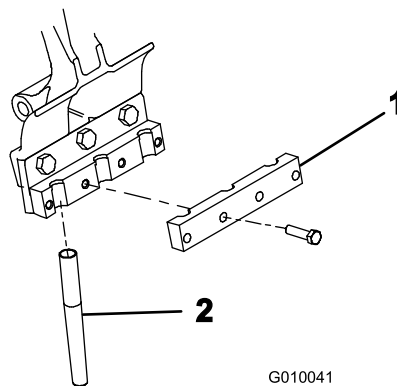

Figura 25
5. Su ogni portafustelle montate l'apposito pezzo di bloccaggio, utilizzando quattro bulloni di $\frac{3}{8}$ " x $1\frac{1}{2}$ " (Figura 25). Non serrate i bulloni.